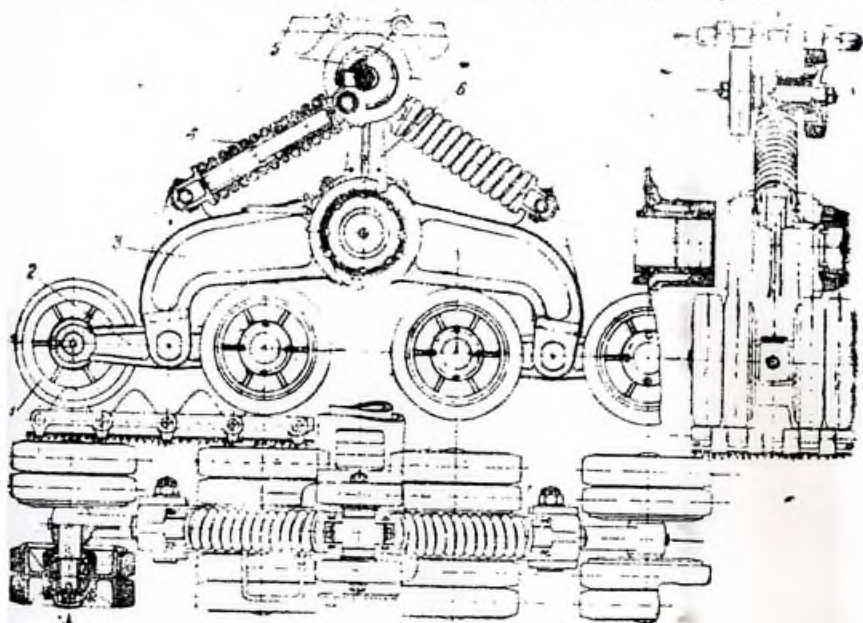

Рис. 26. Тележки ходовой части.
Тележка (рис. 26) ходовой части состоит из четырех двойных катков (1), попарно связанных малыми балансирами (2), и из двух больших балансиров-рычагов (3), качающихся на бронзовых втулках на осях тележек.